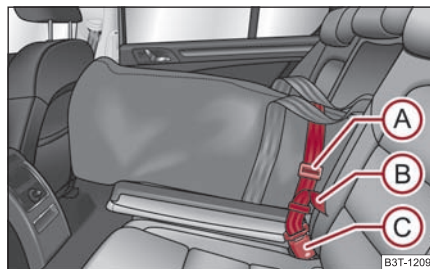

Fig. 122 Siguranța sacului
- Introduceți centura de asigurare a sacului (A) în elementul de prindere al centurii de siguranță din mijloc spate (C) ⇒ pagina 100, fig. 122.
- Trageți de capătul liber al centurii de siguranță (B).